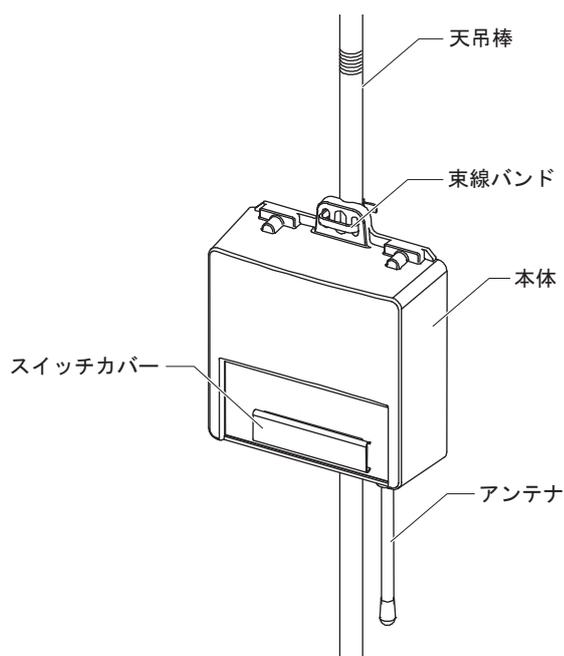

図9
(1) 天吊棒に束線バンドで取付（図9参照）
- ① スイッチカバーを手前に引っ張って外し、周波数チャンネル、グループアドレスおよびUTアドレスを設定します。